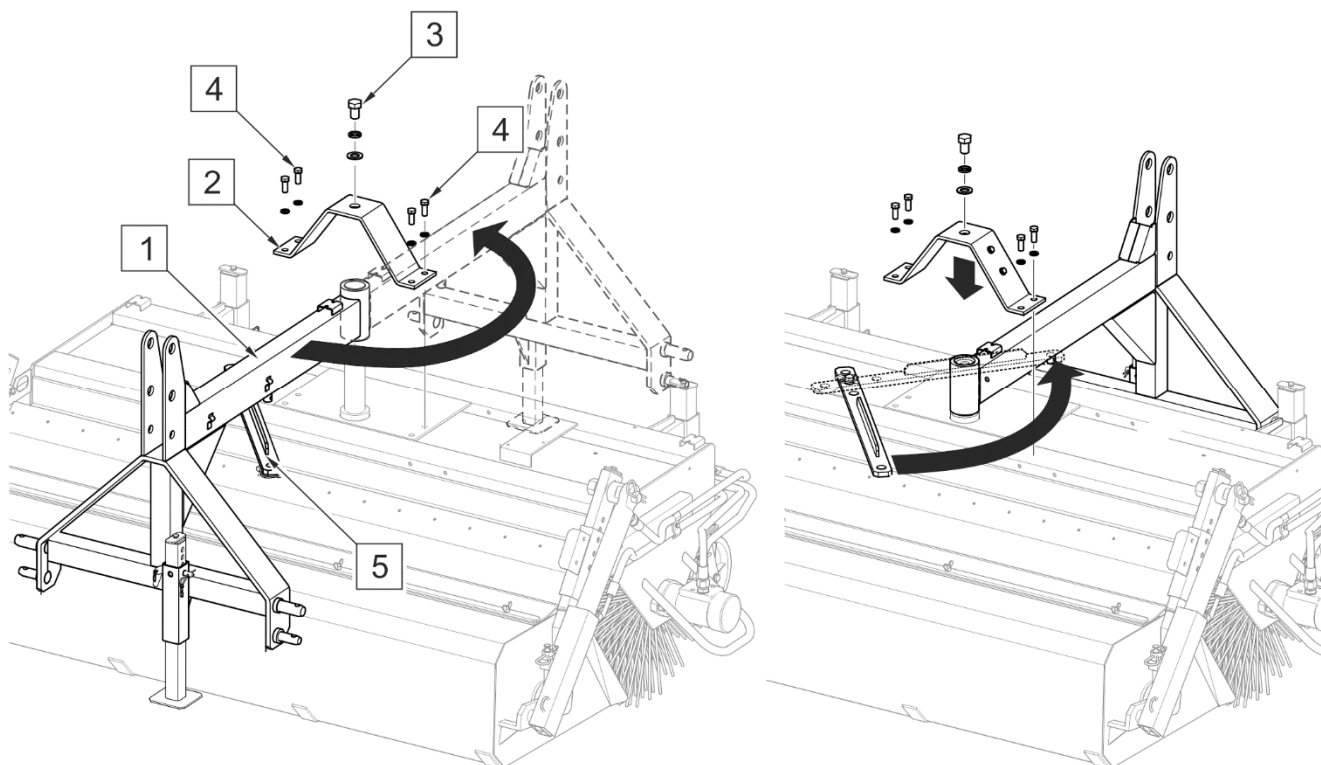

РИСУНОК 4.5 Навеска подметально-уборочной машины перед базовым транспортным средством
Машина приспособлена для работы спереди транспортного средства. Для навески подметально-уборочной машины перед базовым транспортным средством (РИСУНОК 4.5), необходимо повернуть систему навески машины следующим образом:
- вынуть чеку (5), блокирующую планку
- отвинтить болт (3) с главной цапфы
- отвинтить болты (4), крепящие кронштейн (2) под главную цапфу
- поднять раму системы навески (1), повернуть на 180° и закрепить на главной цапфе,
- привинтить кронштейн (2).
- повернуть планку (5), закрепить на цапфе рамы системы подвески и заблокировать чекой (4).
В подметально-уборочных машинах с системой полива, прежде чем отвинтить кронштейн (2), необходимо снять бак для воды вместе с креплением (РИСУНОК 4.5). Повернув раму системы навески и привинтив кронштейн, нужно снова закрепить бак для воды.